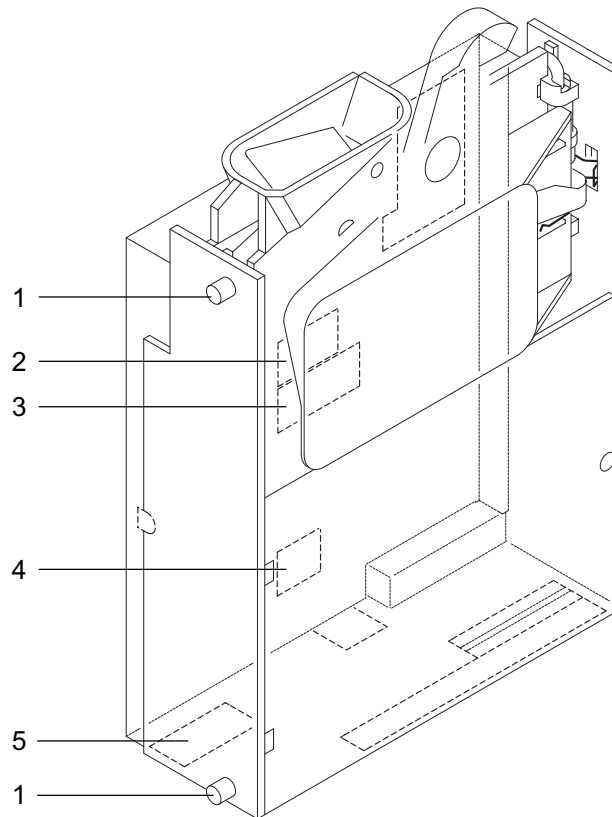

Abb. 3: Installation – G-18.mft
3. Münzprüfer G-18.mft an seinen seitlichen Aufhängebolzen **1** in der Automatenbefestigung aufhängen (s. Abb. 3).
4. Münzprüfer über die serielle Schnittstelle **2** und das zugehörige Anschlusskabel an den Automaten anschließen (s. Abb. 3).
4. Münzprüfer G-18.mft an seinen seitlichen Aufhängebolzen **1** in der Automatenbefestigung aufhängen (s. Abb. 3).
5. Münzprüfer über die serielle Schnittstelle **2** und das zugehörige Anschlusskabel bzw. MDB-Adapterkabel an den Automaten anschließen (s. Abb. 3).
5. Münzprüfer über die serielle Schnittstelle **2** und den zugehörigen MDB-Kabelsatz an Slave-Geräte anschließen (s. Abb. 3).
6. Münzprüfer über die parallele Standardschnittstelle **3**, die Zusatzschnittstelle **4** und die zugehörigen Anschlusskabel an den Automaten anschließen (s. Abb. 3).
Wenn der G-18.mft am PC mit der Diagnose-und Konfigurations-Software WinEMP eingestellt werden soll, wird die folgende Geräteumgebung an den Platinen-Direktstecker **5** des Münzprüfers angeschlossen (s. Abb. 3 und Abschnitt „Zubehör“ in Kap. 8 „Technische Daten“):